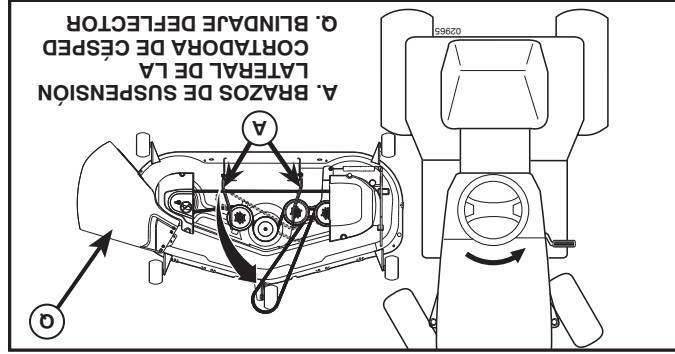

Fig. 26
4. DESLICE LA CORTADORA DE CÉSPED DEBAJO DEL TRACTOR (Vea Fig. 26)
**NOTA:** asegúrese de que los brazos de suspensión lateral de la cortadora de césped (A) estén orientados hacia adelante antes de deslizar la cortadora de césped debajo del tractor.